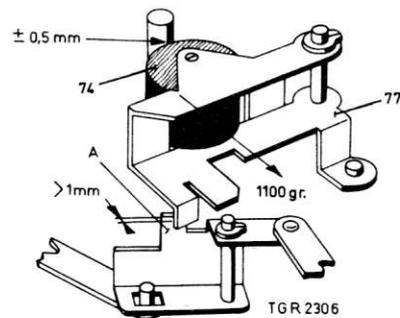

Fig. 12
- Régler en recourbant la patte A selon fig.12.
Levier de galet presseur, fig.12